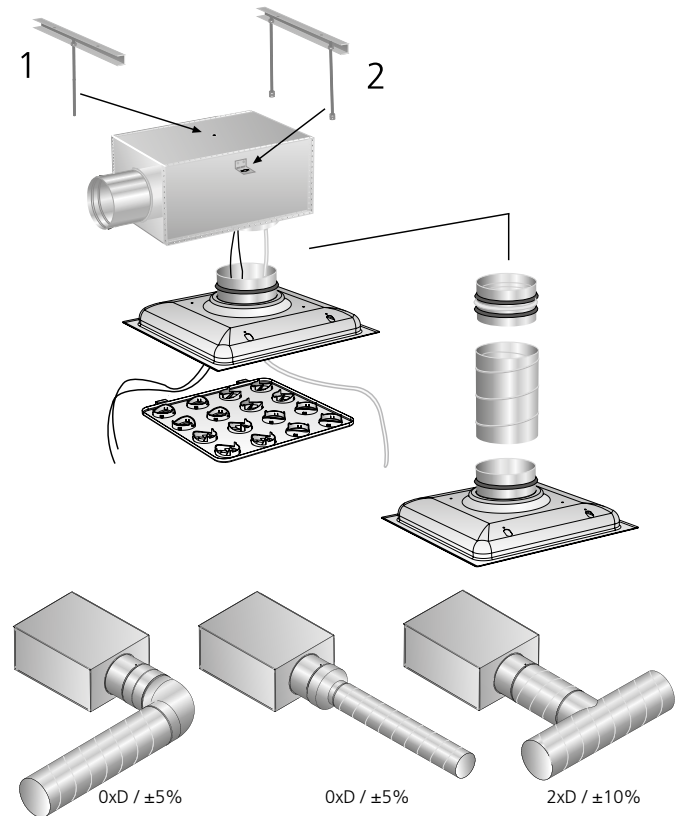

Figure 1. Installation
Fixer le plénum d'équilibrage à la structure du bâtiment au moyen de rivets Pop Nut (1) ou de consoles de montage (2). Voir Figure 1.
Précision de mesure et critères applicables aux sections de conduit droites en amont du plénum d'équilibrage, voir Figure 1. Les critères applicables aux sections de conduit droites dépendent du type de perturbation en amont du boîtier de connexion. La Figure 1 montre un coude, un changement de dimensions et un raccord en T. Les autres types de perturbations exigent au minimum 2xD section droite (D = diamètre de raccordement) pour une précision de mesure de ± 10% du débit.